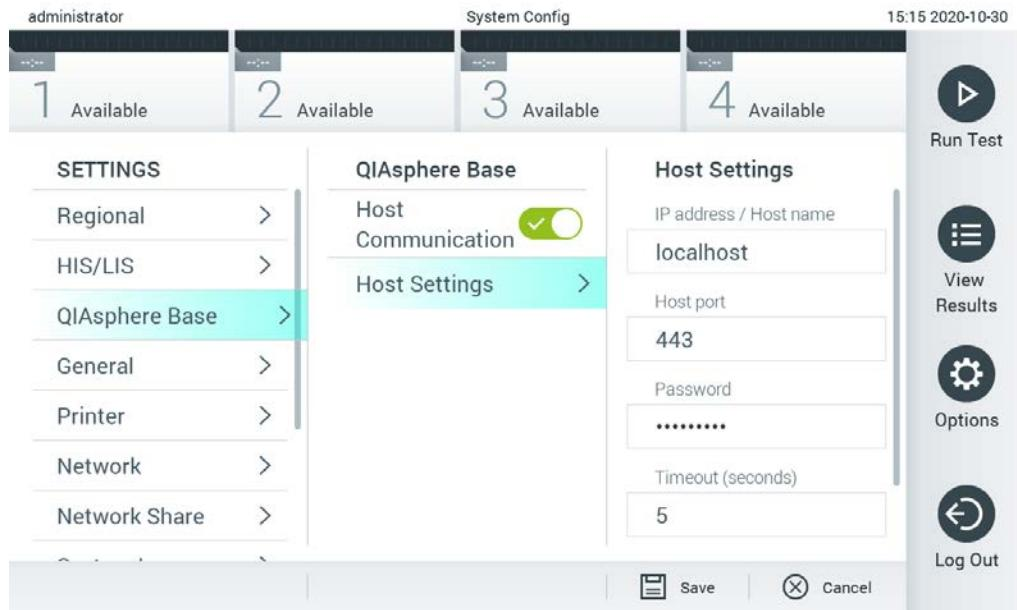

Figura 72. Configurarea conexiunii cu QIASphere Base
2. Selectați **QIASphere Base** din lista de setări din coloana din stânga (Figura 72).